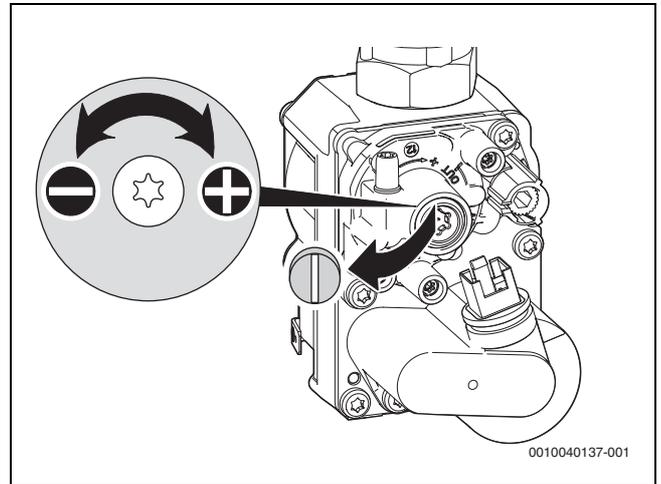

Bild 52 CO2- oder O2-Gehalt einstellen
- ▶ Plombe an der Einstellschraube der Gasarmatur entfernen (nur bei der unteren Gasarmatur in Bild 52) und CO2- oder O2-Gehalt für minimale Nennwärmeleistung einstellen.